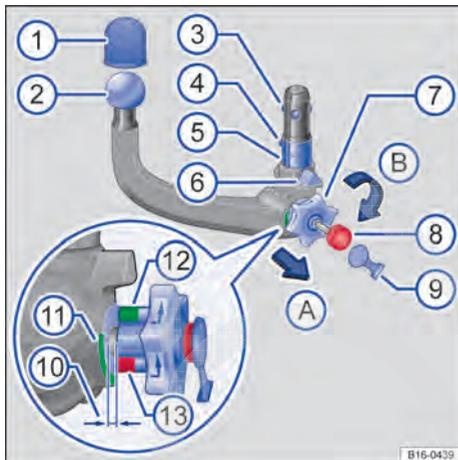

Fig. 112 Imagem geral: rótula de engate removível.
Legenda para Fig. 112:
- Retirar a cobertura → Fig. 112 (9) da fechadura no manípulo.
- Colocar a chave (8) na fechadura e girar no sentido horário.
- Com a mão direita, retirar o manípulo (7) no sentido da seta (A) e mantê-lo nesta posição.
- Girar o manípulo (7) no sentido da seta (B) até que ele engate.
- Segurar o manípulo (7) nesta posição e guiar a rótula de engate para baixo, para fora do alojamento. Agora, a rótula de engate está apertada.